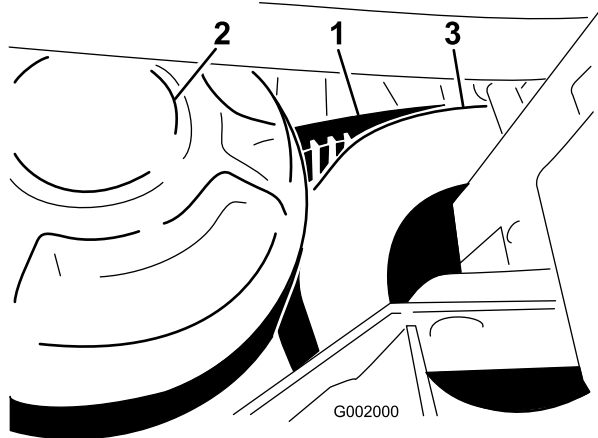

Figura 65
1. Girate la cinghia e fatela passare sulla frizione secondaria (Figura 65).